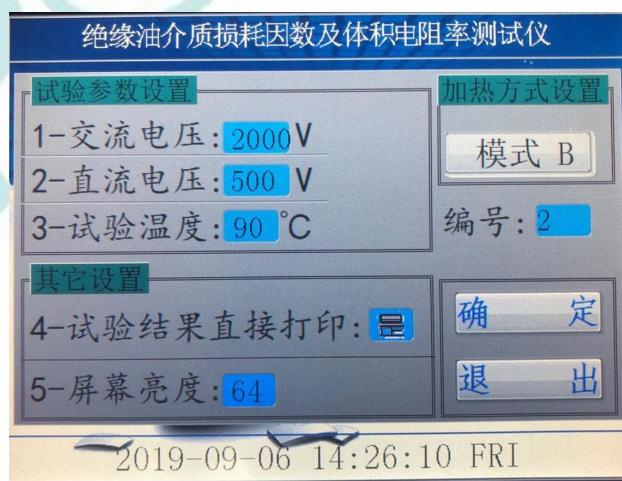
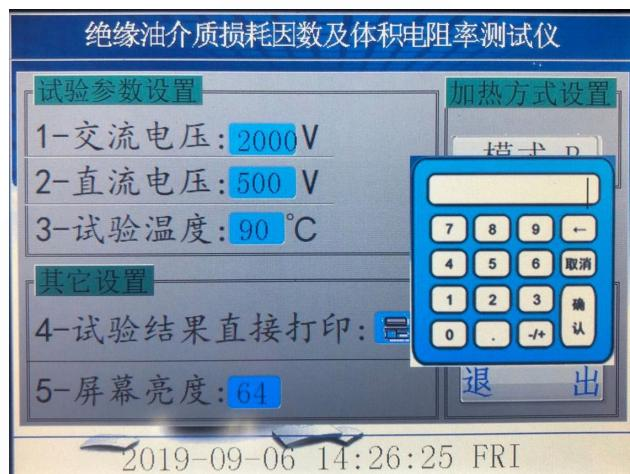

图 4
图 5
3、在图 3 界面下，按试验条件键，设备进入下一级菜单如图 4；图 4 中的加热方式设置分为模式 A 和模式 B。模式 A 为快速加热测试，温度升到 90℃ 后立即测试；模式 B 是精密加热测试，升温到 90℃ 后会持续加热，然后回落到 90℃，让油杯受热更加均匀，测试温度更准确。编号可以对油样进行油样编号，测试结果中更容易查找被测油样。
4、在图 4 界面中，可以分别对试验参数进行设置，图中是设备的默认参数，如需改动，只要点击需要改动的参数，就会自动弹出一个小键盘，如图 5，